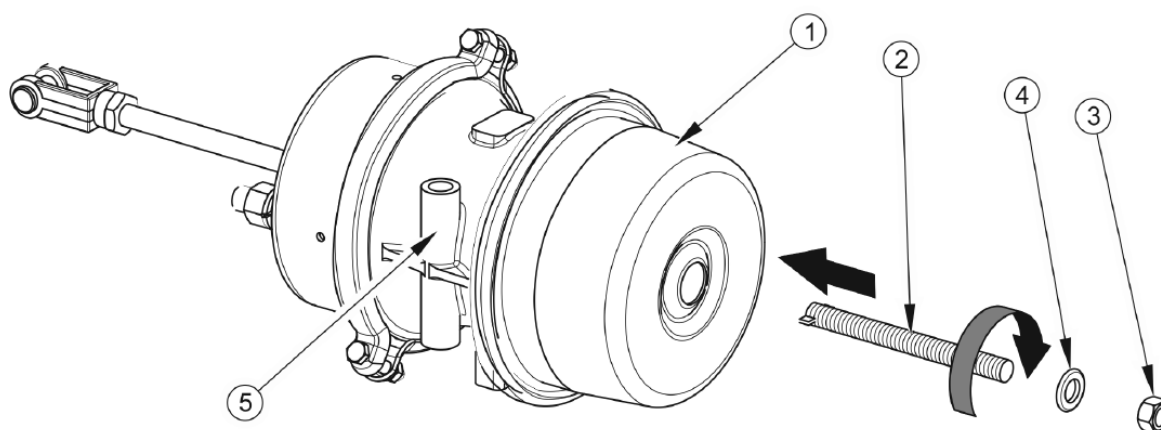

Рис. 18 – Аварийная остановка мембранно – пружинного привода.
- Вставьте натяжной винт (2) в заднее отверстие привода (1).
- Оденьте шайбу (4) и накрутите гайку (3).
Возвращение к нормальному режиму работы привода основано на откручивании гайки (3) и извлечении натяжного болта (2) из цилиндра. После окончания этого действия винт с остальными элементами следует поместить в держатель цилиндра (5) и предохранить заднее отверстие с помощью заглушки из пластика. Схема всех контрольных действий показана на Рис. 18.